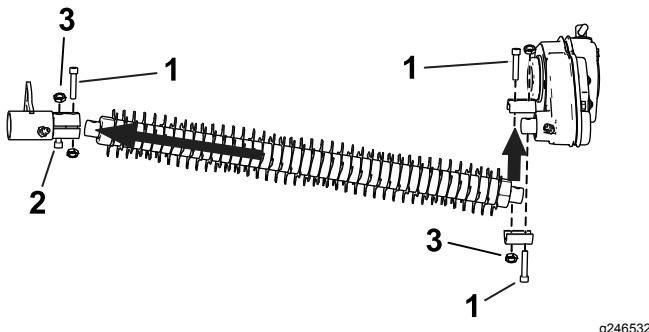
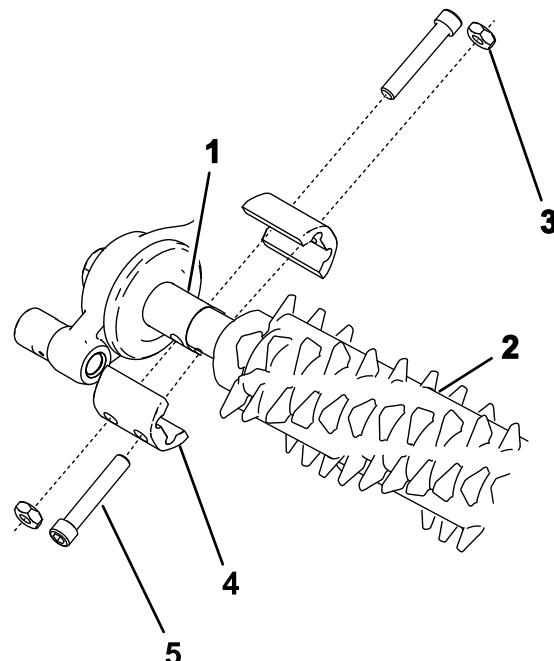

Figure 22
Figure 23
2. Montez, sans serrer, les 2 moitiés du collier d'arbre de groomer sur l'arbre d'entraînement sur le côté droit de la machine (Figure 22 et Figure 23).
3. Glissez l'arbre du cylindre groomer dans le collier sur le côté droit et rabattez-le vers le haut jusqu'à l'arbre d'entraînement sur la gauche (Figure 22).
4. Fixez le cylindre groomer avec les colliers et les écrous, comme montré à la Figure 22 et la Figure 23, en serrant les vis à tête creuse à un couple de 9,6 à 10,5 N·m.